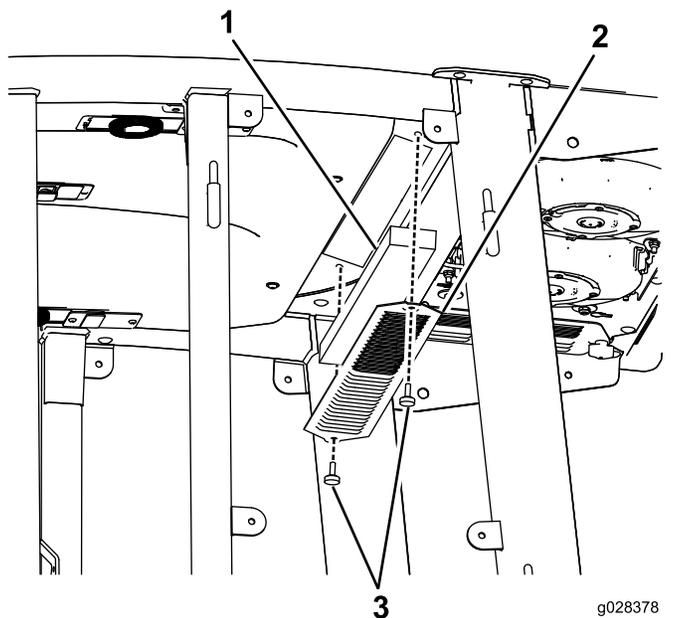
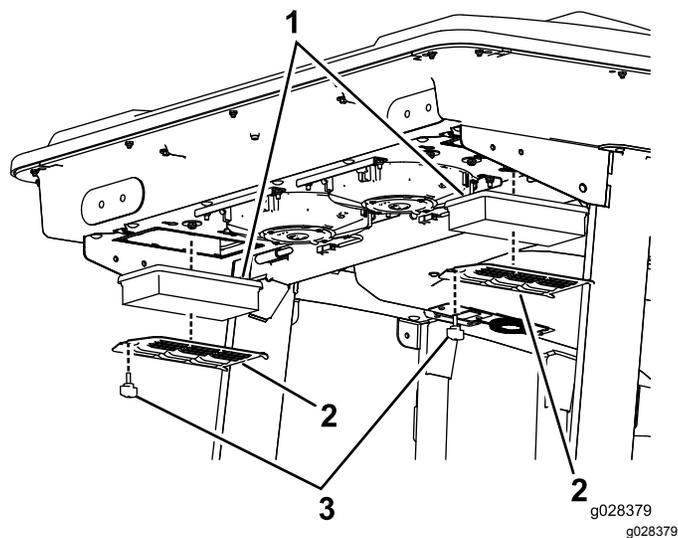
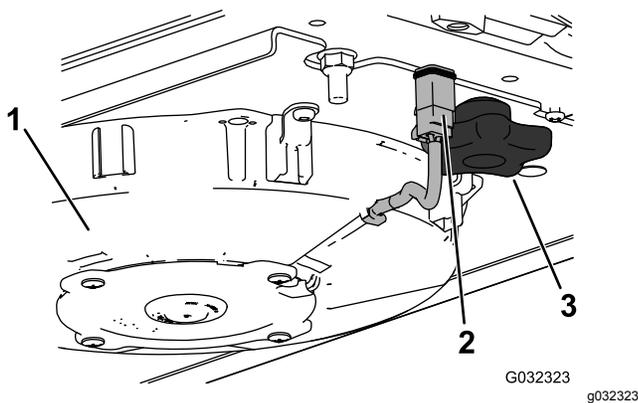
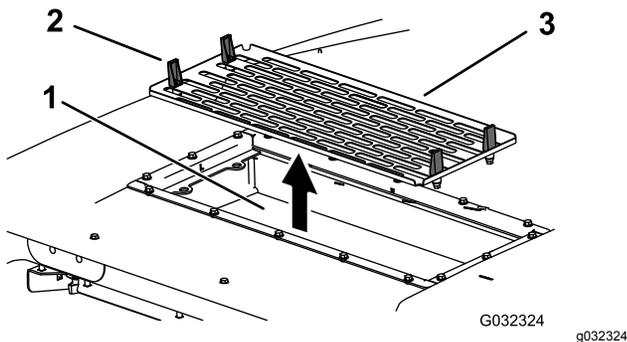

図 142
図 143
図 145
図 146
1. 室内用と後部用のエアフィルタからねじを外して格子を外す 図 142 と 図 143。
5. エアフィルタを取り外す 図 143 を参照。
7. エアフィルタ、スクリーン、ファンアセンブリを取り付ける 図 143、図 145、図 146。
8. 各ファンの配線を元通りに接続する 図 145。